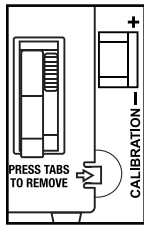

Figure 3 – Étalonnage
- Le gradateur peut avoir à être réglé aux faibles intensités pour que certaines lampes connectées à certains ballasts s'allument correctement. Pour cela, COUPER L'ALIMENTATION DU CIRCUIT et retirer la plaque murale. Utiliser un petit tournevis plat isolé pour régler le potentiomètre qui est accessible à travers la fente (« CALIBRATION ») située sur la bande (Figure 3). Tourner la mollette vers le bas pour augmenter le réglage de l'intensité lumineuse minimale et tourner la mollette vers le haut pour réduire l'intensité lumineuse. Ensuite, remonter la plaque murale, remettre sous tension et tester. Répéter les étapes ci-dessus au besoin.